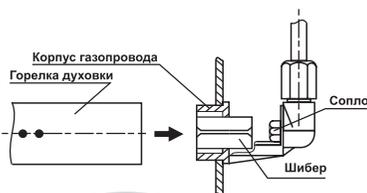

Рис.17
### Установка шибера для работы на другом виде (давлении) газа (рис.17, 17а, 17б)
- удалите шибер из корпуса газопровода (рис. 17б);
Рис.17а
Рис.17б